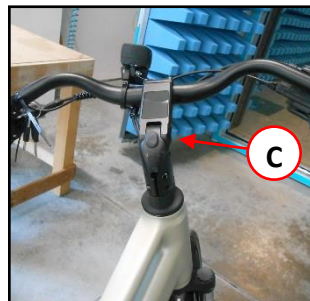

Figura 3 - Ajuste de la altura del manillar.
6. El ajuste de la altura del manillar se realiza aflojando el tornillo situado en la articulación, regulando la inclinación de la potencia del manillar y la altura, y volviendo a apretar los tornillos (ref. C, Figura 3).